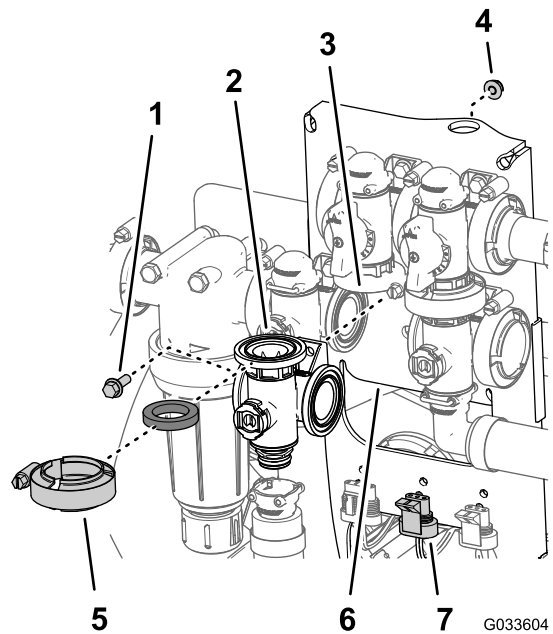

Figure 127
1. Alignez la bride du collecteur de la vanne d'agitation, un joint et la bride de la vanne de dérivation d'agitation (Figure 127).
9. Fixez la vanne d'agitation sur son support à l'aide du boulon à embase et du contre-écrou à embase (Figure 127) que vous avez retirés à l'opération 3 de Dépose de la vanne d'agitation du collecteur (page 82), et serrez l'écrou et le boulon à un couple de 10 à 12 N·m (90 à 110 po-lb).